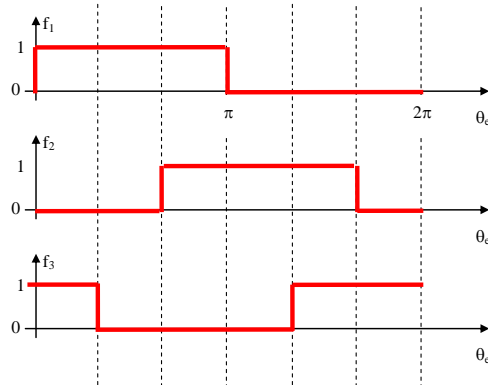

Figure 3
- B.2.) Observer les fonctions de commande représentées sur la figure 3 où θ_e est l'angle électrique de la machine. Quel est le nom de cette commande ? Représenter les formes d'ondes des signaux v_{aO} , v_{bO} , v_{cO} et v_a correspondants.